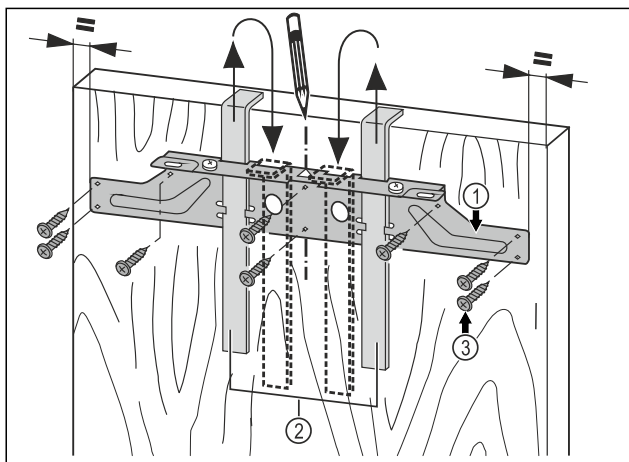

Fig. 17
- ▶ Hang de montagedwarsstang Fig. 17 (1) met de montagehulpen Fig. 17 (2) aan de binnenkant van de meubeldeur.
- ▶ Bevestigingstraverse Fig. 17 (1) in het midden van de deur uitlijnen.
- ▶ De bevestigingstraverse Fig. 17 (1) met minstens 6 schroeven Fig. 17 (3) vastschroeven.
- ▶ Bevestigingstraverse Fig. 17 (1) met 4 schroeven Fig. 17 (3) in de rand vastschroeven.
- ▶ Montagehulpstukken Fig. 17 (2) naar boven toe eruit trekken en gedraaid in de daarnaast gelegen opnameopeningen schuiven.